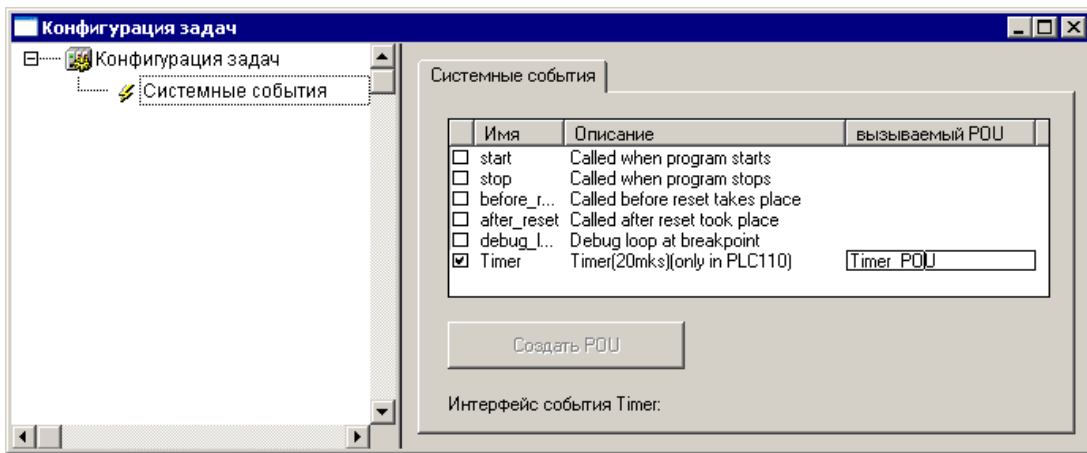

Рисунок 9.2 – Окно режима «Конфигурация задач (Task Configuration)»
- 5) Для подключения POU к прерыванию таймера следует перейти в режим «Конфигурация задач (Task Configuration)» ПО CODESYS; для входа в режим следует перейти на вкладку «Ресурсы» Организатора объектов ПО и выбрать строку «Конфигурация задач (Task Configuration)». Откроется окно режима (см. рисунок 9.2).